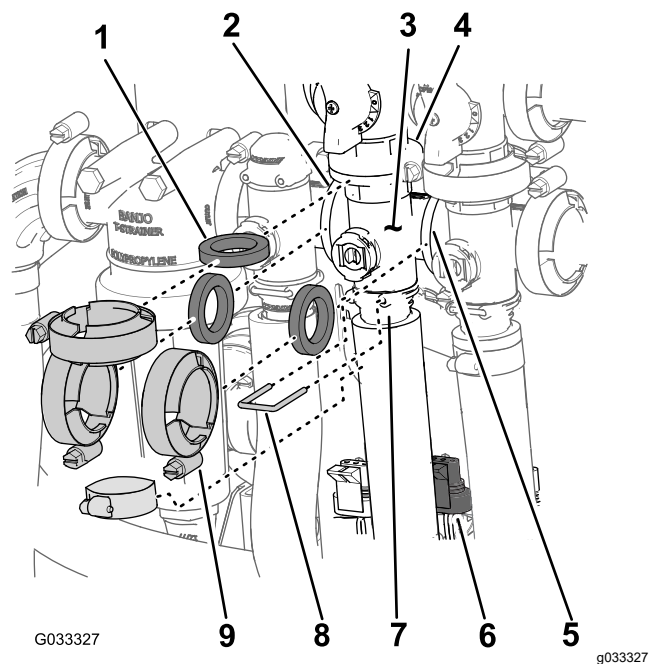

Bild 69
- Entfernen Sie die Klemmen und Dichtungen, mit denen der Verteiler für das Rührwerkventil (Bild 69) am Rührwerksicherheitsventil, Dosierungsregelventil, Hauptabschnittventil und am Adapteranschlussstück (Rührwerkdruckventil) befestigt ist.
- Entfernen Sie den Halter, mit dem das Auslaufanschlussstück am Verteiler für das Rührwerkventil befestigt ist (Bild 69).